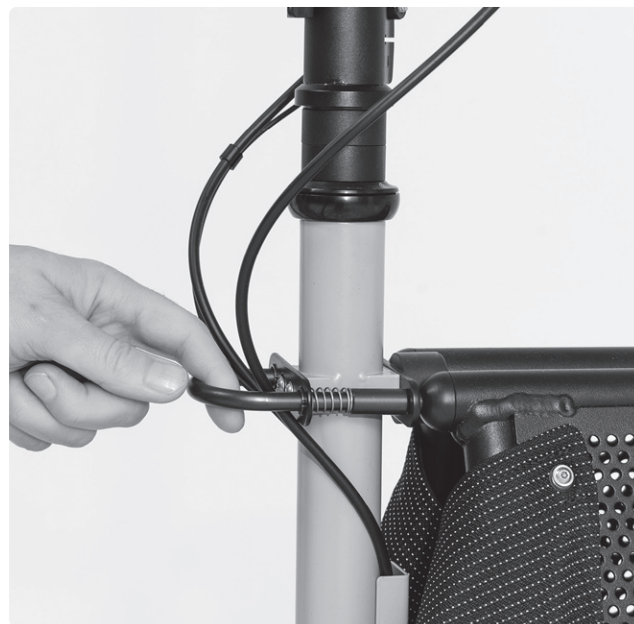

FIG. 54
- Pour ouvrir le panier, tirez légèrement sur l'étrier de verrouillage (Fig. 54). Le panier s'ouvre sans autre manipulation.